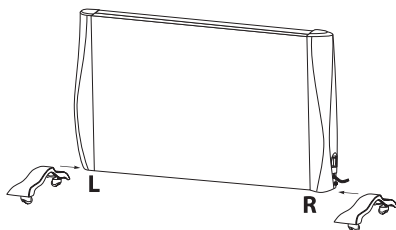

Figura 2
2. Fije los dos soportes con ruedas en el lugar de unión en la parte inferior del aparato, verifique dos veces los símbolos R y L (derecho e izquierdo) (Figura 2).